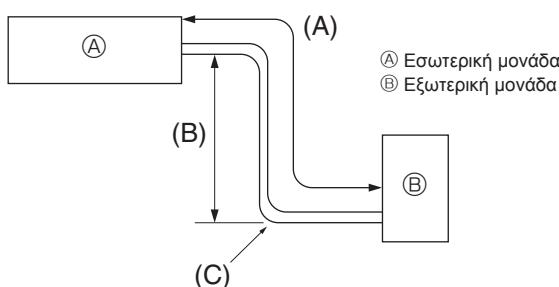

Fig. 4-1
4.1. Σωλήνες ψυκτικού (Fig. 4-1)